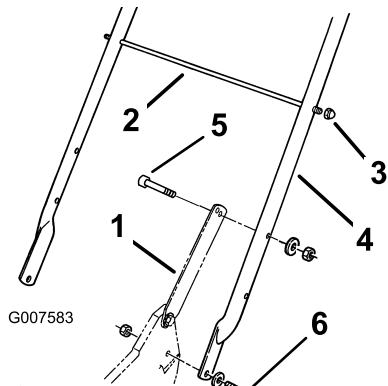

Figura 3
1. Sujete el manillar al exterior de la carcasa de la máquina (usando el taladro inferior) con 2 pernos (5/16 x 1-1/4 pulgadas), arandelas y contratuercas finas (5/16 pulgada) (Figura 3).
2. Fije los cierres del manillar al manillar con dos pernos (5/16 x 1-1/2 pulgadas), arandelas, y contratuercas (5/16 pulgadas) (Figura 3).
3. Deslice la varilla de soporte de la bolsa por el segundo (desde arriba) taladro de montaje en cada lado del manillar y fije cada extremo con una contratuercas de caperuza (Figura 3).